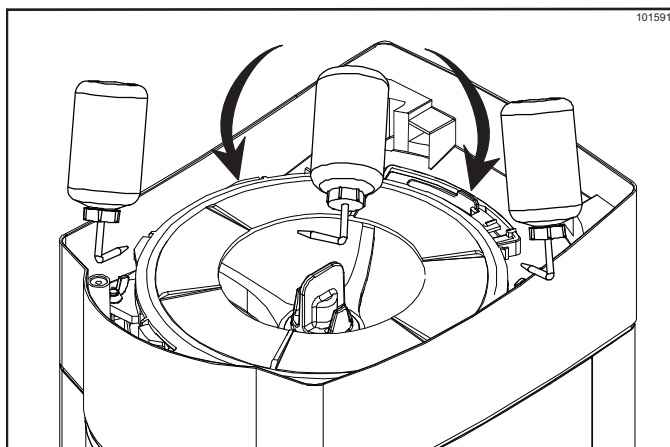

Figura 6-14
19. Con la botella flexible de solución de limpieza/desinfección, enjuague el interior, el exterior y la parte inferior del conjunto de la granizadora, por todas las superficies. (Véase la figura 6-14).